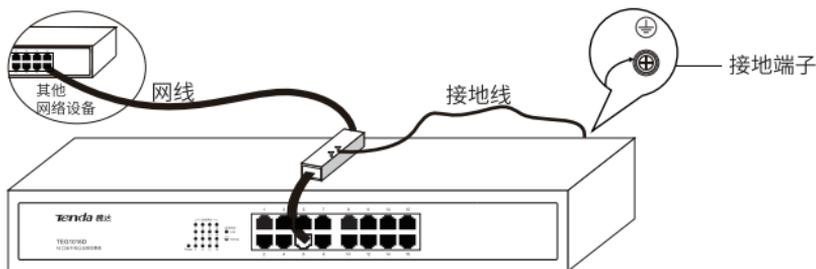

图 3-1 安装 RJ45 网口防雷器（以 TEG1016D 为例）
- 接口线缆是否都在室内走线，若有户外走线情况，请检查是否进行了网口防雷器（连接方法如图 3-1 和交流电源避雷器的连接。